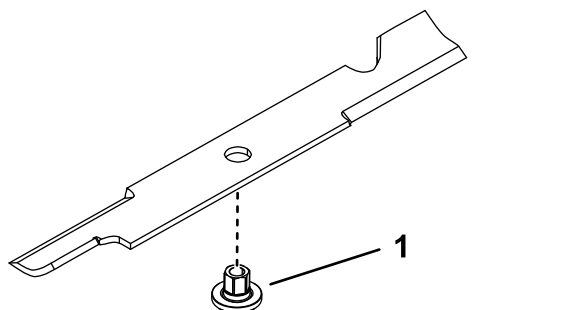

Figura 108
1. Instale o casquilho através da lâmina com a flange do casquilho na parte inferior (relva) da lâmina (Figura 108).